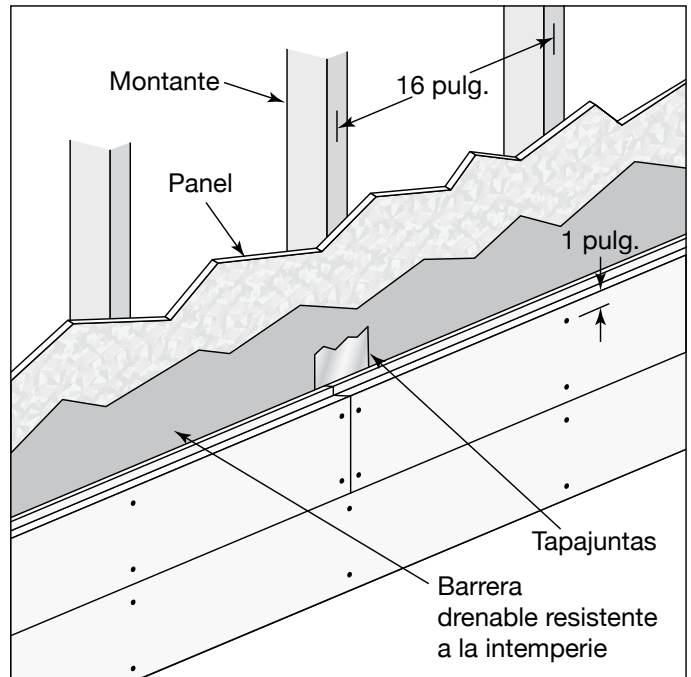

Fig. 2
- El revestimiento TruExterior se debe instalar sobre paredes de estructura entramada con montantes espaciados cada 16 pulgadas desde la línea central o, como máximo, cada 24 pulgadas desde la línea central (**Fig. 2**).
- La pared puede estar cubierta con paneles de madera O.S.B., dependiendo de los códigos locales. El revestimiento TruExterior se debe fijar a los montantes (**Fig. 2**).